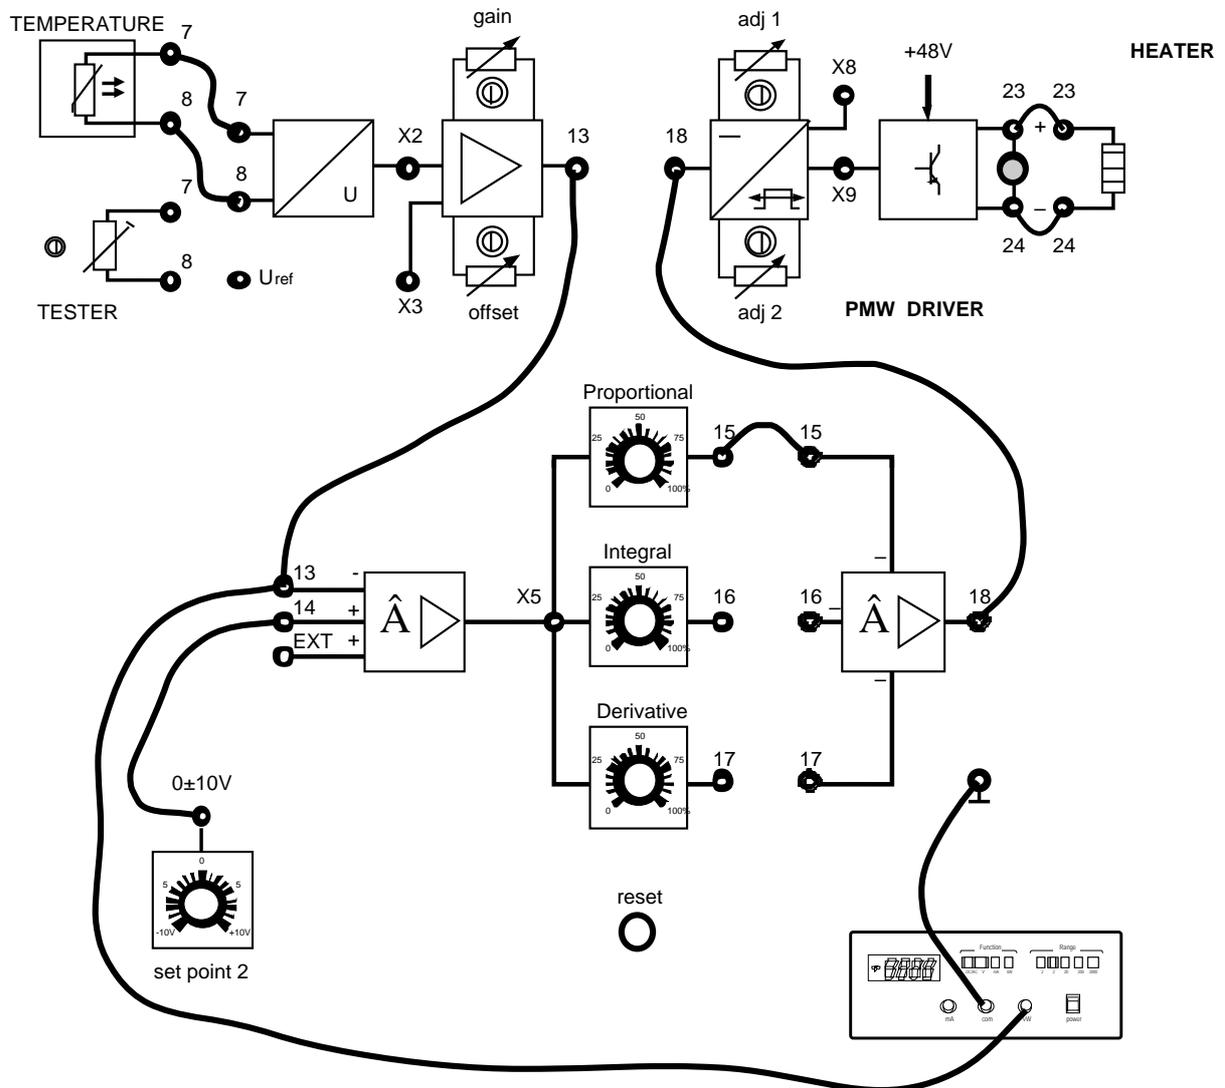

Fig. 21.1
Asegurado de que se conocen los prerrequisitos, entrega a los alumnos la Ficha 21.1 que representa el cableado del control (fig 21.1) y prepara el panel de simulación del proceso de la siguiente manera:
- 1) Conectar, mediante cables., el casquillo 23 del PWM DRIVER al casquillo 23 y el casquillo 24 al 24 (ficha 21.1 fig 21.1).
- 2) Conectar los casquillos 7 y 8 del sensor de temperatura a los casquillos 7 y 8 de la respectiva interface (ficha 21.1 fig 21.1).
- 3) Apretar el interruptor general (ON).
- 5) Conectar el casquillo del SET POINT 2 al casquillo 14 del regulador PID y el casquillo 13 del interface de temperatura al casquillo PID (ficha 21.1 fig 21.1).
- 6) Introducir un terminal del voltímetro digital, preparado en corriente continua, en el casquillo 13 del interface de temperatura y el otro en el casquillo de masa (ficha 21.1 fig 21.1) : leer y anotar el valor de tensión que corresponde, multiplicado por 10, a la temperatura inicial.